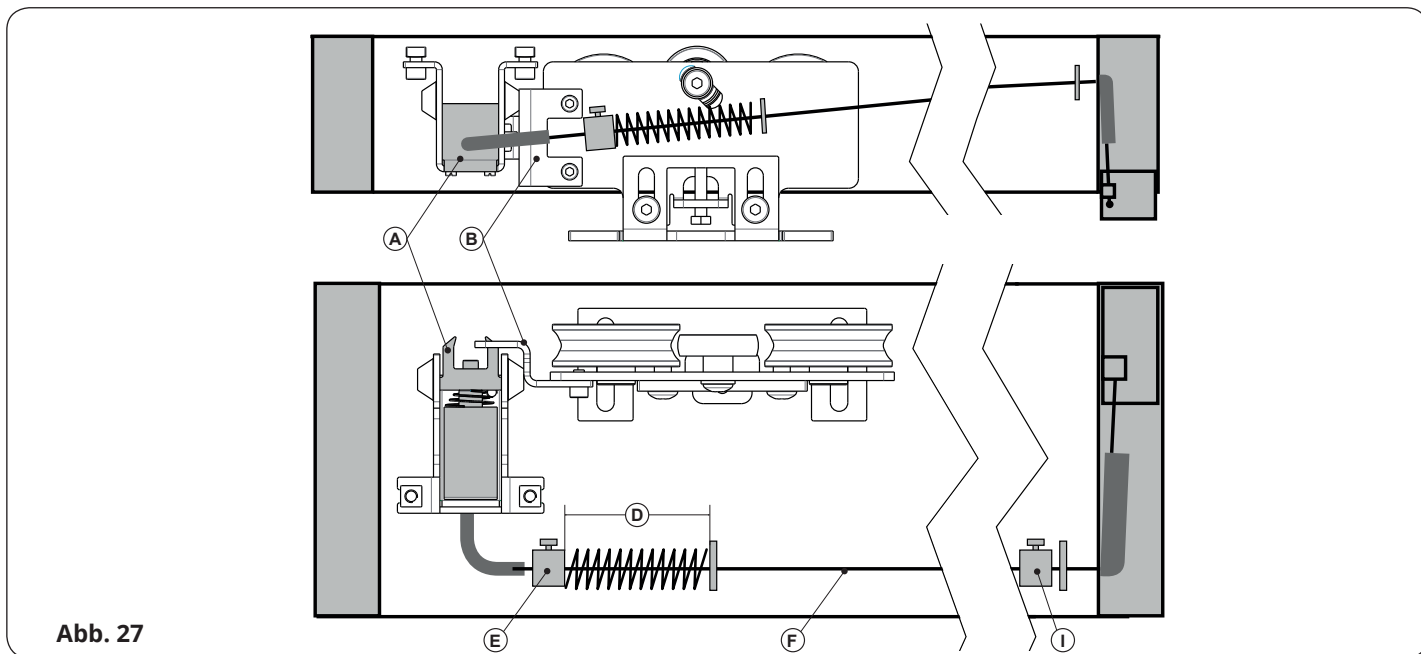

Abb. 27
1) Die Türenflügel in die geschlossene Position bringen und prüfen, ob der Sperrbügel **B** in Berührung mit den Gummistopperrn der Elektrosperre **A** ist (Abb. 27).